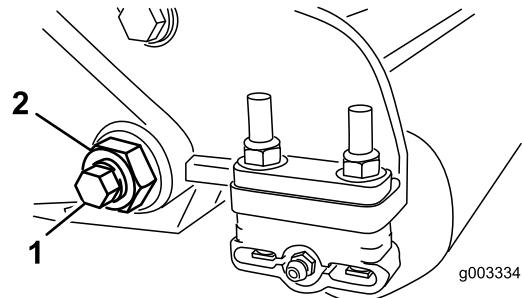

図 25
3. ベッドバー bolt 図 25を固定しているロックナット機体両側をゆるめる。
4. 各ベッドバー bolt を抜いて、ベッドバーを下に引き抜いて外せるようにする 図 25。